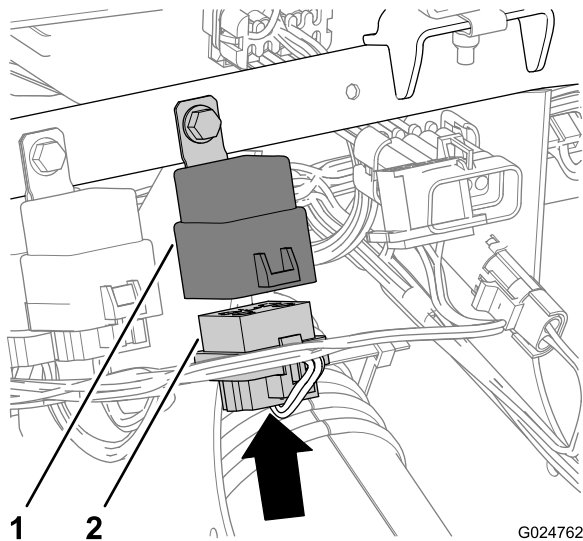

Figura 38
- Collegate il connettore a 5 prese del cablaggio preassemblato anteriore della macchina (con l'etichetta "FRONT DIFF RELAY" = "RELÈ DIFF. ANT.") al connettore a 5 lame del relè (Figura 38).